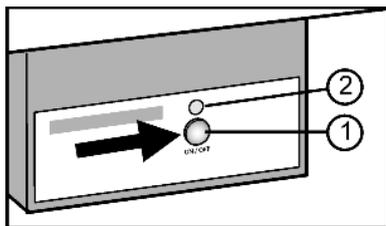

Fig. 12
- ▶ Premere il tasto On/Off Fig. 12 (1) finché si illumina il LED Fig. 12 (2).